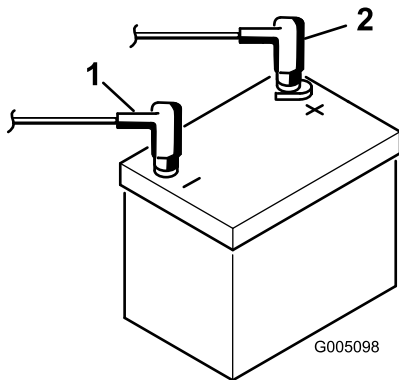

图 8
9. 使用螺栓和螺母将正极红色接线连接到正极 + 电池端子 负极黑色接线连接到负极 - 电池端子 **图 8**。将橡皮套滑动到正极电池端子上防止可能发生的短路情况。